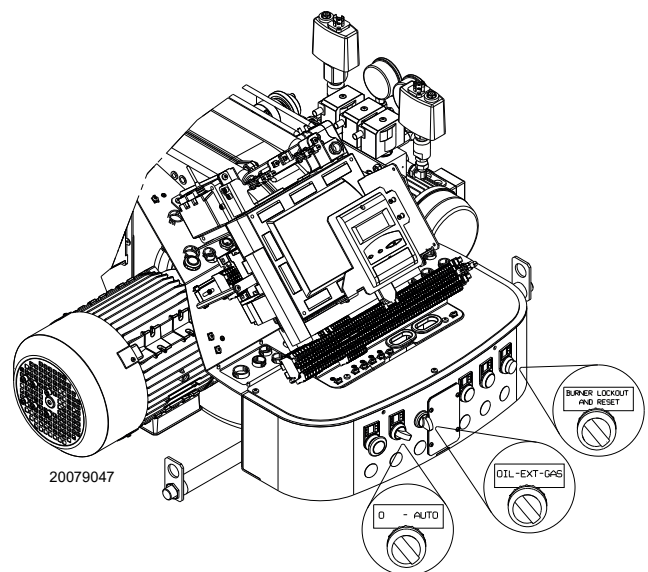

Fig. 29
Colocar el selector "OIL-EXT-GAS" de Fig. 29 en pág. 34 en la posición "OIL" para seleccionar el combustible gasóleo.
Cerrar los termostatos/presostatos y colocar el interruptor de Fig. 29 en pág. 34 en la posición "AUTO".
- colocar el interruptor de Fig. 29 en la posición "0" y esperar a que el control de llama ejecute la fase de apagado;
Cerrar los mandos a distancia y colocar el selector (Fig. 29 en pág. 34) en la posición "ON".
Colocar el selector (Fig. 29 en pág. 34) en la posición "GAS" para seleccionar el combustible gas.
- 1 con el selector (Fig. 29 en pág. 34);
Colocando el selector (Fig. 29 en pág. 34) en la posición "EXT" se activa la función de selección de combustible a distancia. En esta posición, si no está presente un selector remoto, la pantalla visualiza el combustible prioritario.